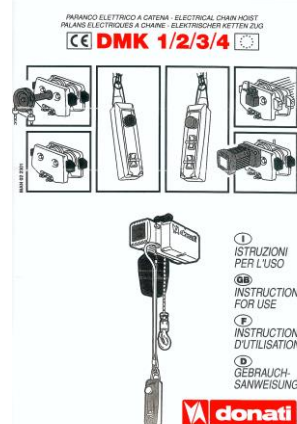

fig.8
- La documentación técnico/legal suministrada con la grúa de bandera incluye (fig. 8):